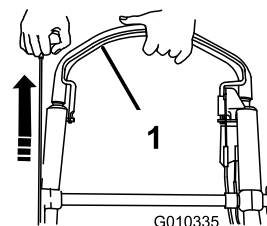

Figure 24
3. Maintenez la barre de commande de la lame contre le guidon et tirez sur la poignée du lanceur (Figure 24).